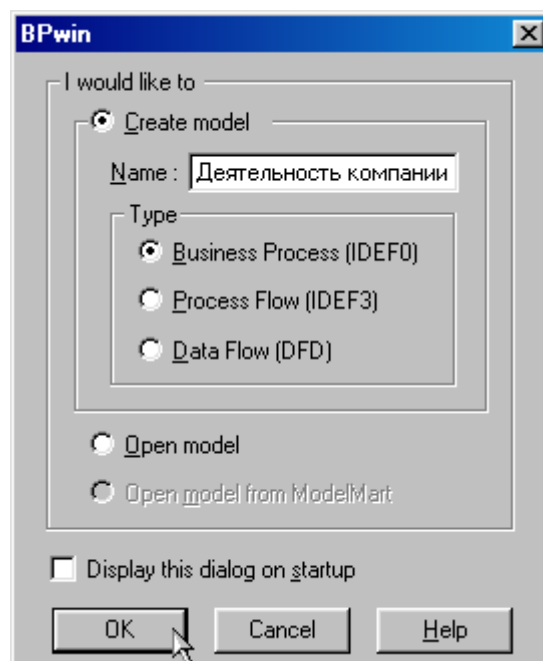

Рисунок 1.4 – Присвоение модели имени и выбор типа модели
3. Щелкните по кнопке . Появляется диалоговое окно **I would like to** (рисунок 1.4). Внесите в текстовое поле **Name** имя модели «Деятельность компании» и выберите **Type – Business Process (IDEF0)**. Нажмите кнопку **OK**.